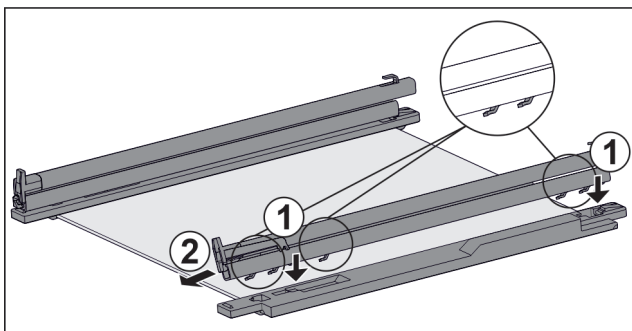

Fig. 63 Sklenená doska s koľajničkami a prídržnými dielmi
- Nasadíte háky koľajničky na otvory **ľavého** prídržného dielu. Fig. 63 (1)
- Potiahnite koľajničku dopredu. Fig. 63 (2)
- Nasadíte háky koľajničky na otvory **pravého** prídržného dielu. Fig. 63 (1)